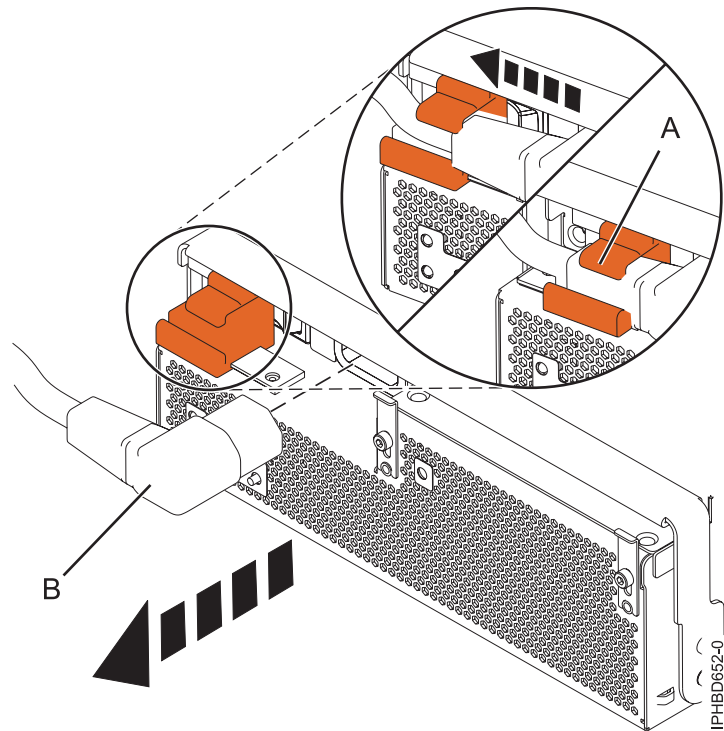

Figure 8. Déconnexion du câble d'alimentation de l'avant d'une unité d'extension
6. Pour l'alimentation électrique que vous voulez retirer, faites glisser le support de câble en position ouverte (A) puis débranchez le câble d'alimentation (B) comme illustré à la figure 8.